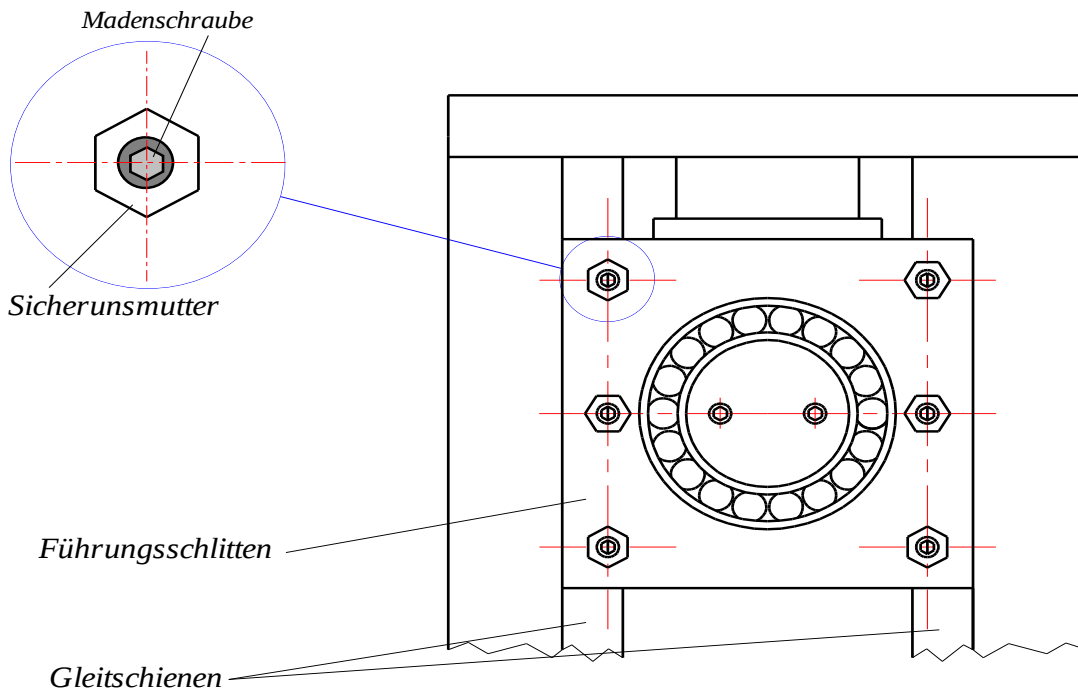

Abb. 17 – 1
- Lösen Sie die sechs Muttern (Bild 17 - 1);